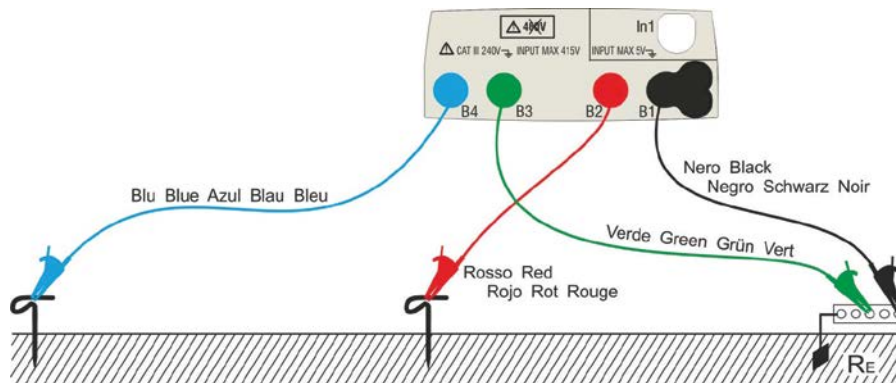
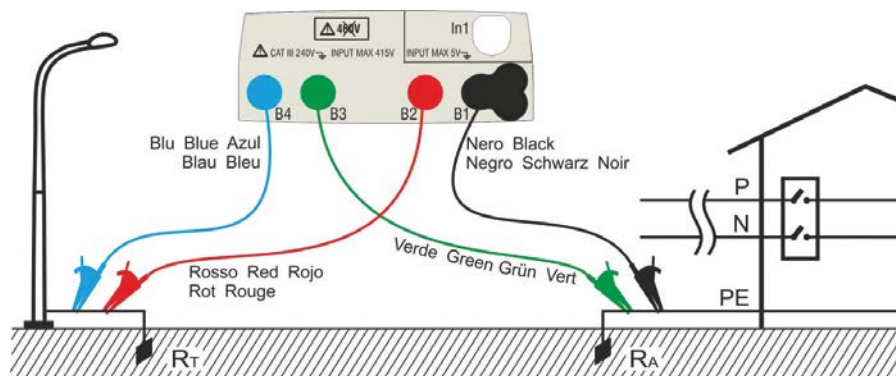
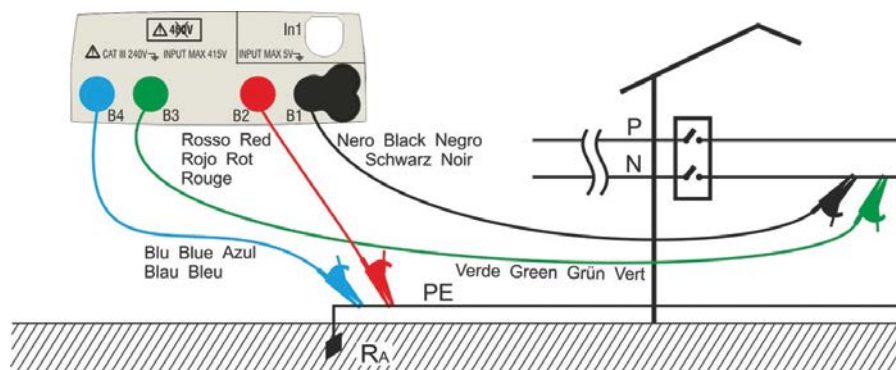

Fig. 26: 3-draads meting van de aardverspreidingsweerstand.
Fig. 27: 2-draads meting van aardverspreidingsweerstand met behulp van een extern aardpunt, bijvoorbeeld een waterleiding.
Fig. 28: 2-draads meting van aardverspreidingsweerstand vanaf een verdeelkast.
12. Sluit de krokodillenklemmen aan op hulppennen volgens Fig. 26, Fig. 27, Fig. 28 of Fig. 29.